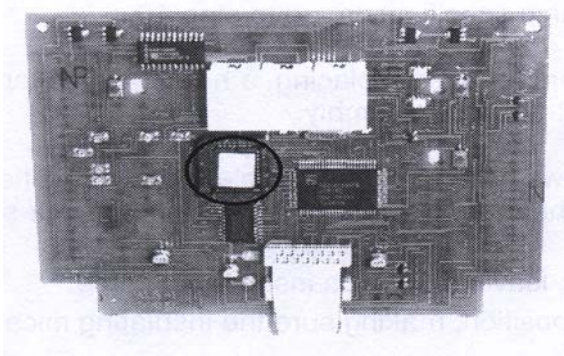

Abbildung 7.8 - Platzierung des U3
2. Mit dem passenden Werkzeug lösen Sie das ROM aus der integrierten Schaltung U3 (Abb. 7.8)